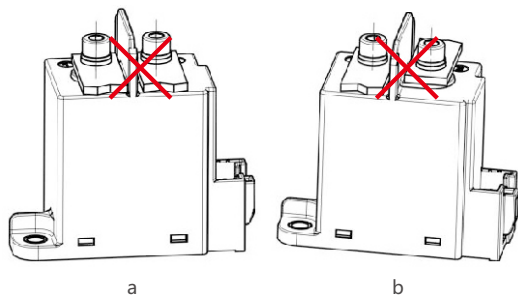
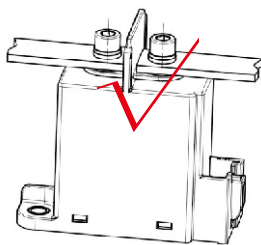

图 12: 错误安装图
图 13: 正确安装图
8.8 注意连接铜排的厚度和扭矩大小，若不符合下表 7 建议的数值，会造成螺纹滑牙或安装不紧的问题。禁止两铜排按图 12 错误安装，避免高压短路或打火。建议按图 13 方法正确安装。